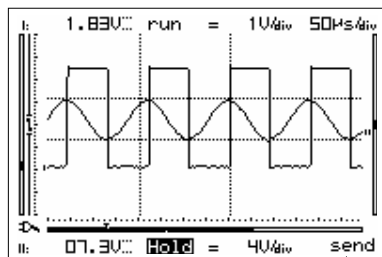

Fig 64
"Send" (2) se visualizará brevemente (Fig.64)